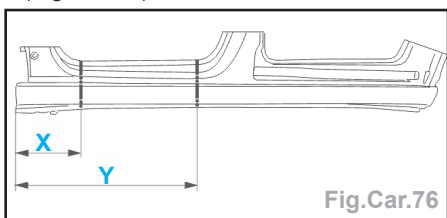

Fig.Car.76
- Tracer puis découper à l'aide d'une meule épaisseur **1 mm** (coupe définitive) (Fig.Car.76).